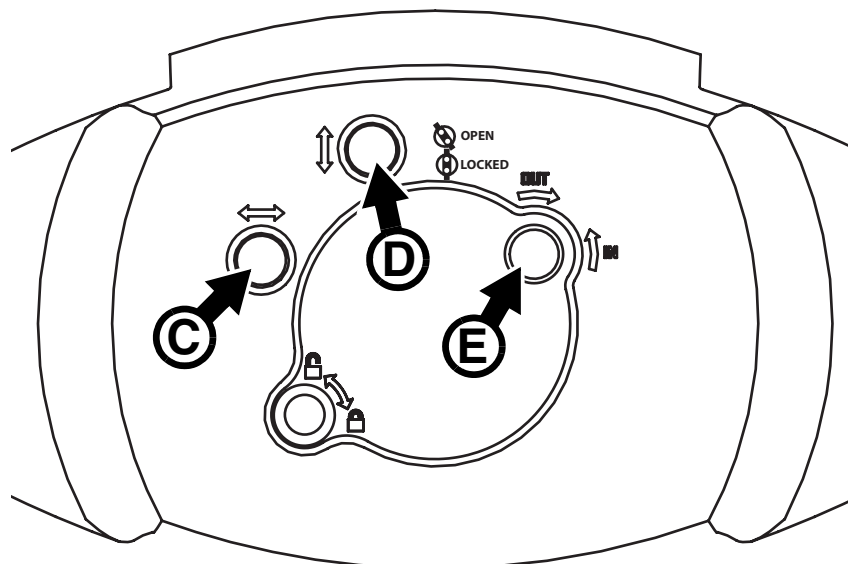

Bild 11: Justage des Leuchtmittels
- Siehe Bild 11. Justieren Sie das Leuchtmittel mit den drei Torx 20 Schrauben **C**, **D** und **E**, bis das Leuchtfeld gleichmäßig ist.